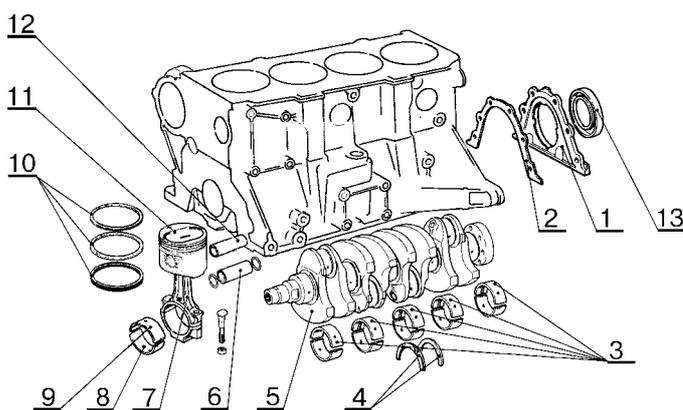

Рис.26
- снять держатель 1, рис.26, заднего сальника и прокладку 2, извлечь сальник 13 из держателя (головка сменная 10 и вороток коловоротный или удлинитель и гайковерт типа ИП – 3111, молоток, бородок);